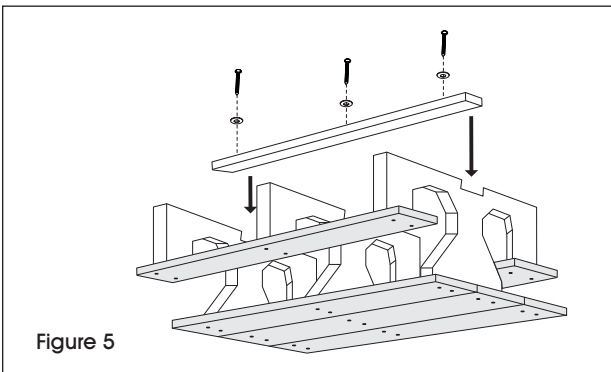

Figure 5
7. Fixez le support de base dans l'entaille sur la partie inférieure des bases en plastique à l'aide des tire-fonds de 3 1/2 po, des rondelles, de la perceuse et de la douille tournevis de 3/4 po. (Voir Figure 5)